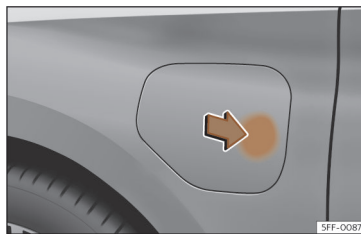

Fig. 58 Abertura da tampa da tomada de carregamento.
- Com o veículo desbloqueado, ao pressionar sobre a zona indicada da tampa de carregamento da bateria, esta abre-se >>> Fig. 58.